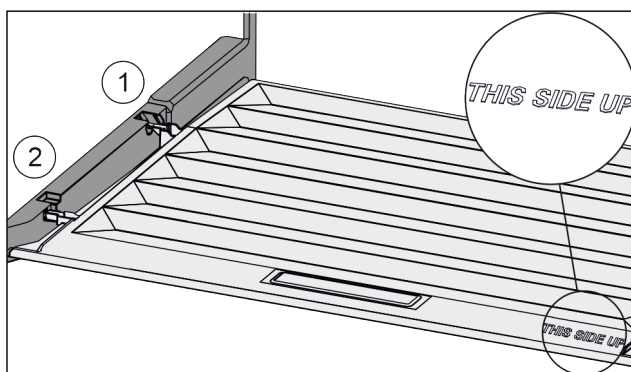

Fig. 138
- ▶ Prečke poklopca uvedite preko otvora stražnjeg držača *Fig. 138 (1)* i uglavite ih u držač *Fig. 138 (2)*.